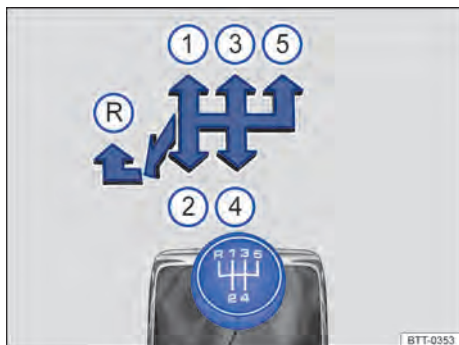
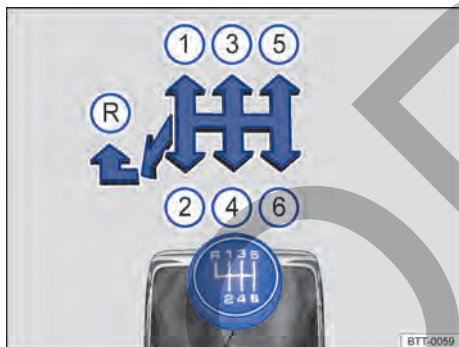

Fig. 92 Esquema de la transmisión manual de 5 marchas.
Fig. 93 Esquema de la transmisión manual de 6 marchas.
Las posiciones de cada una de las marchas están representadas en la palanca de cambio de marcha → fig. 92 y → fig. 93.
- Mueva la palanca de cambios completamente hacia la izquierda y después hacia adelante para situarla en la posición de la marcha atrás → fig. 92 y → fig. 93 Ⓜ.